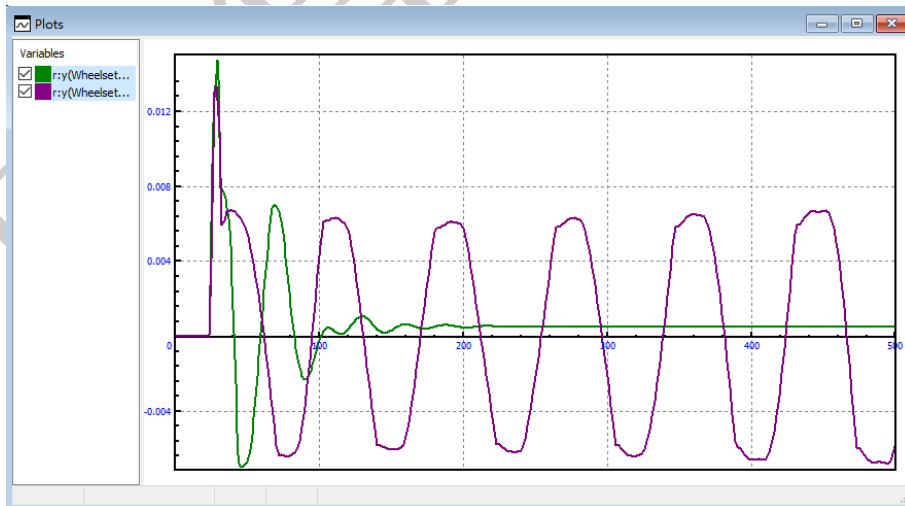

图 3.19
5. 以同样的方法，再将 **v=90** 工况的 **r:y(Wheelset1.Wset)** 变量拖入绘图窗口，如图 3.19 所示。